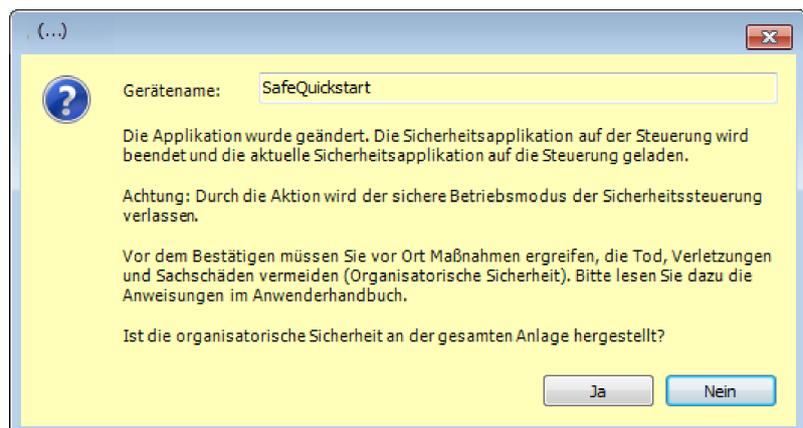

Abb. 86: Dialog beim Einloggen auf Steuerung mit gänderter Applikation
- Wurde die aktuelle Applikation geändert, wird in einem Dialog gefragt, ob die Applikation auf der Sicherheitssteuerung beendet und die aktuelle Applikation auf die Sicherheitssteuerung geladen werden soll (siehe Abb. 86). Wird diese aktuelle Applikation auf die Sicherheitssteuerung geladen (Download), so befindet sich die Sicherheitssteuerung im **Debug-Betrieb**. Die Applikation ist im Online-Modus.